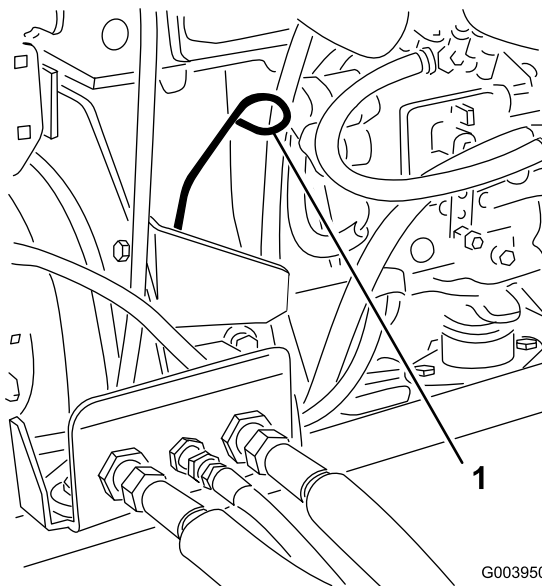

Bild 48
3. Nehmen Sie den Peilstab heraus und wischen Sie ihn ab. Stecken Sie ihn dann ein (Bild 48).